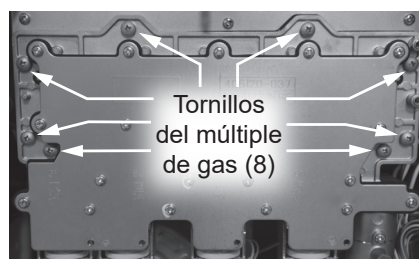

Figura 88 - Retiro de los tornillos del múltiple de gas
- 14 Ubique los ocho tornillos que fijan el múltiple de gas al conjunto de quemador. Retire los tornillos y déjelos a un lado en un lugar seguro para volver a instalarlos. Consulte la Figura 88.